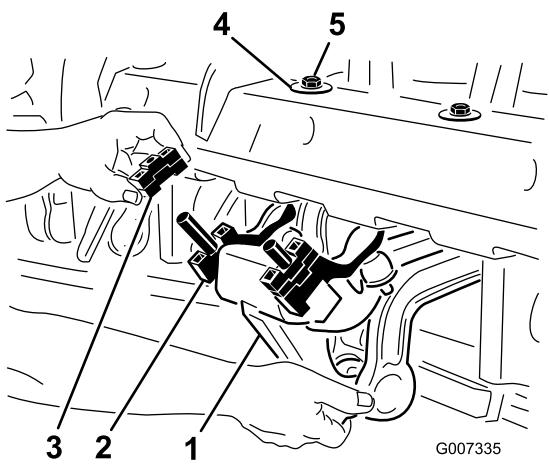

Figura 22
1. Retire las 2 contratuercas de 1/2 pulgada que sujetan el conjunto amortiguador rotalink a la parte inferior del bastidor del cabezal de perforación (Figura 22).
2. Baje el conjunto amortiguador para dejar al descubierto los espaciadores (Figura 22).
4. Vuelva a montar el conjunto amortiguador en el bastidor del cabezal de perforación. Asegúrese de que la arandela "D" se instale contra el bastidor del cabezal de perforación como se muestra en Figura 22. Asegure las 2 contratueras.